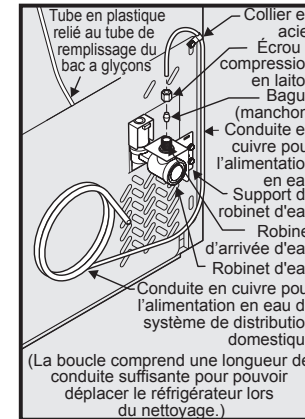

figure 1
4. Si vous utilisez du tuyau en cuivre - Faites glisser l'écrou à compression en laiton, puis installez la bague (le raccord) sur la conduite d'alimentation en eau. Poussez la conduite dans le robinet d'arrivée d'eau, aussi loin que possible (6 mm ou 1/4 po). Faites glisser la bague (le raccord) dans le robinet et serrez à la main l'écrou à compression sur le robinet. Serrez d'un autre demi-tour à l'aide d'une clé; NE serrez PAS trop. (Reportez-vous à la figure 1.)